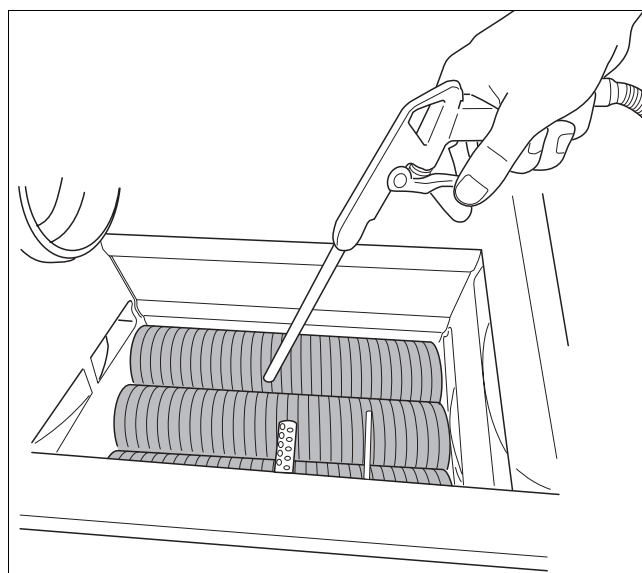

Fig. 122 Rengøring af varmeveksler
- Rengør varmeveksleren med trykluft eller en blød børste (fig. 122).